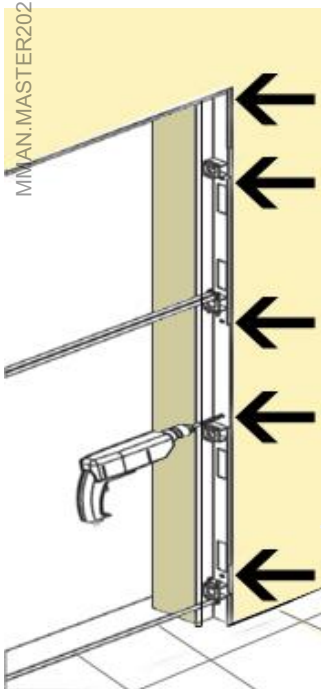

Fig. b3
- Forare il muro attraverso i fori nel falsotelaio e fissare con 10 tasselli minimo 8 x 70 mm come indicato in fig. b3
- Percer le mur à travers les ouvertures du précadre et fixer le tout avec 10 chevilles de 8 x 70 mm (minimum) comme l'indique la fig. b3.